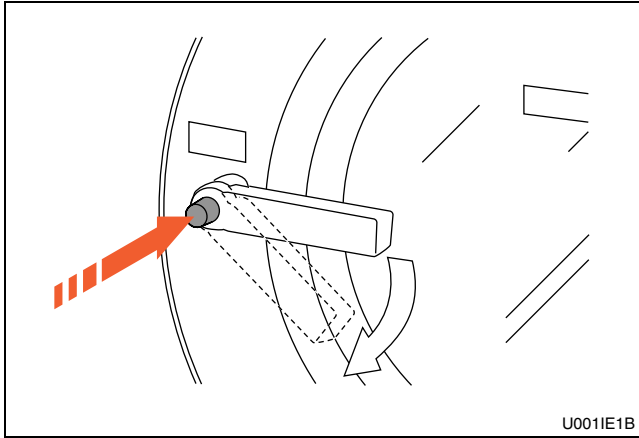

Figura 9
2. Pulse el botón y gire la palanca hacia la derecha para abrir. Consulte la *Figura 9*.